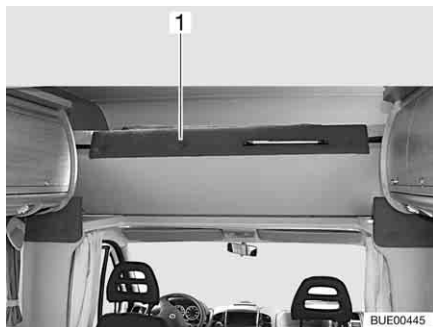

Bild 111 Alkovsäng, uppfälld
- Fäll upp alkovsängen (Bild 111,1) framtill. Alkovsängen hålls uppe av gasfjädrar.